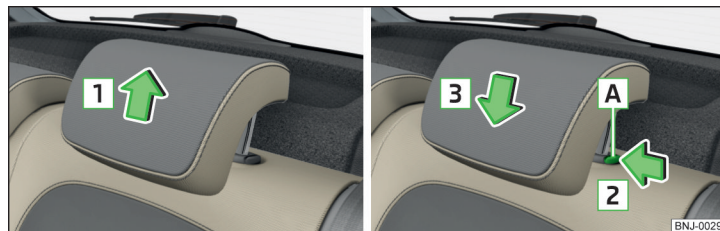

Abb. 77 Höhe der Kopfstütze einstellen
- Die Stütze fassen und **nach oben** in Pfeilrichtung **1** verschieben » Abb. 77.